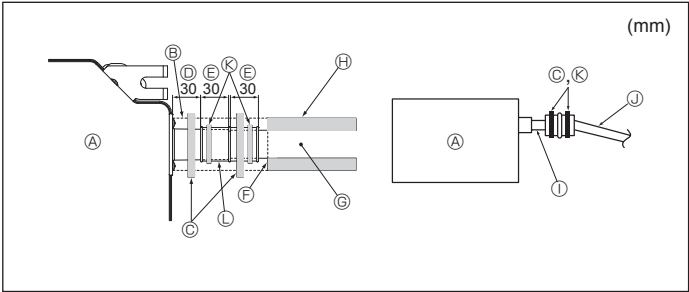

Fig. 3-5
- ③ TUBE PVC D.E. ø 32
- ④ À réaliser le plus grand possible
1. Raccordez la prise d'écoulement (fournie avec l'appareil) à l'orifice de drainage. (Fig. 3-5)